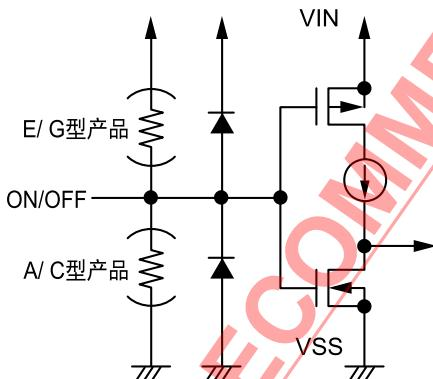
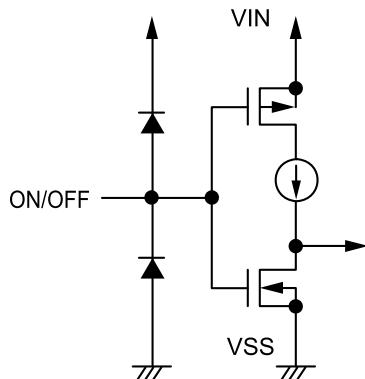

图24
图25
ON/OFF端子如图24、图25所示的构造。S-1711系列A/ C/ E/ G型产品的ON/OFF端子处于浮动状态时，在内部会被上拉至VIN端子，或者下拉至V_{SS}端子，因此VOUT端子变为V_{SS}电位。另外，S-1711系列B/ D/ F/ H型产品的ON/OFF端子，在内部即不被上拉也不被下拉，因此请不要在浮动状态下使用。在不使用ON/OFF端子时，如为B/ D型号产品请将其与VIN端子连接，如为F/ H型号产品请将其与V_{SS}端子连接。
*1. 在S-1711系列A/ C型产品的ON/OFF端子连接到VIN端子的状态下，或在S-1711系列E/ G型产品的ON/OFF端子连接到V_{SS}端子的状态下工作时，IC中会多流入上拉或下拉电阻的输入电流，务请注意（请参照图24）。